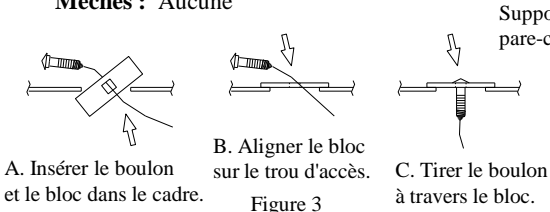

Figure 3
- Remove the rubber plug from bottom from both frame rails. Detach vehicle wiring plastic fasteners from around frame rail (3) places each side, using a screwdriver, trim panel tool or pliers.
- Remove M14 bolts on the outside of both frame rails (2) each side. Return to owner.
- Install small bracket as shown in figure (2) with of the M14 bolts and conical washer with the fasteners supplied. Both sides.
- Remove the M14 bolts (1) each side from the bottom of frame rail. Install the carriage bolt and spacer into the square hole in the frame rail using the reverse pull wire process (leave pull wire attached). See Figure 3. Assemble the remaining M14 bolt, conical washer and spacer and start the threads into bumper bracket.
- Enlever le bouchon de caoutchouc dans le bas des deux longerons. Enlever les attaches de câble en plastique autour des longerons à trois (3) endroits de chaque côté, à l'aide d'un tournevis, d'un écarteur de panneau ou d'une pince.
- Enlever les boulons M14 sur l'extérieur des deux (2) longerons de chaque côté. Les remettre au propriétaire.
- Poser le petit support comme illustré à la figure (2) à l'aide de boulons M14 et leurs rondelles coniques. Des deux côtés.
- Enlever un (1) boulon M14 de chaque côté dans le bas du longeron. Poser le boulon de carrosserie et son espaceur dans le trou carré du longeron en utilisant la méthode du fil de tirage inversé (laisser le fil lié à la visserie). Voir la Figure 3. Poser l'autre boulon M14, rondelle conique et espaceur, et visser le début du filetage dans le support de pare-chocs.